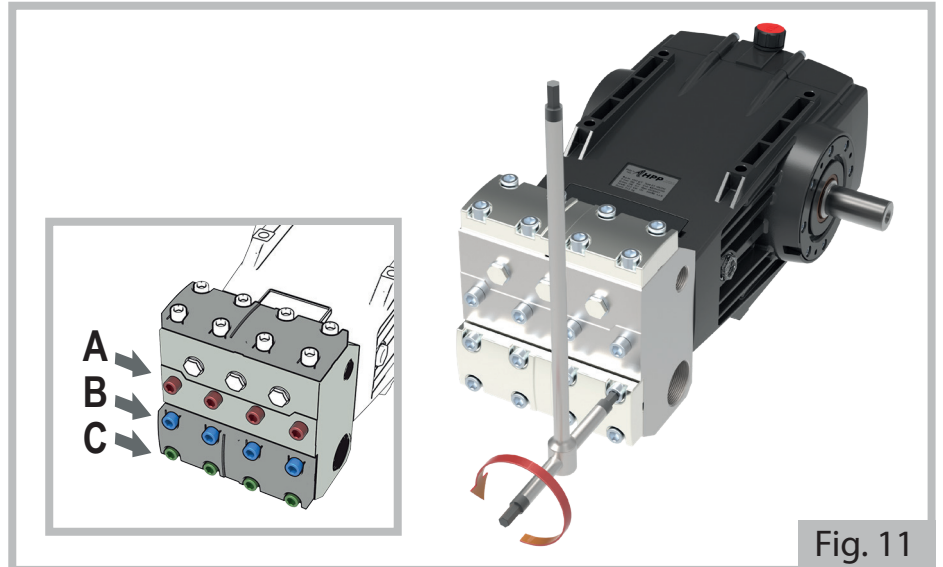

Fig. 11
- a) Mediante una llave Allen de 12 mm, aflojar dando una vuelta a los cuatro tornillos **C** y desenroscar totalmente los ocho tornillos **A** y **B** (ver detalle en la Fig. 11). Sacar con cuidado la cabeza (3).